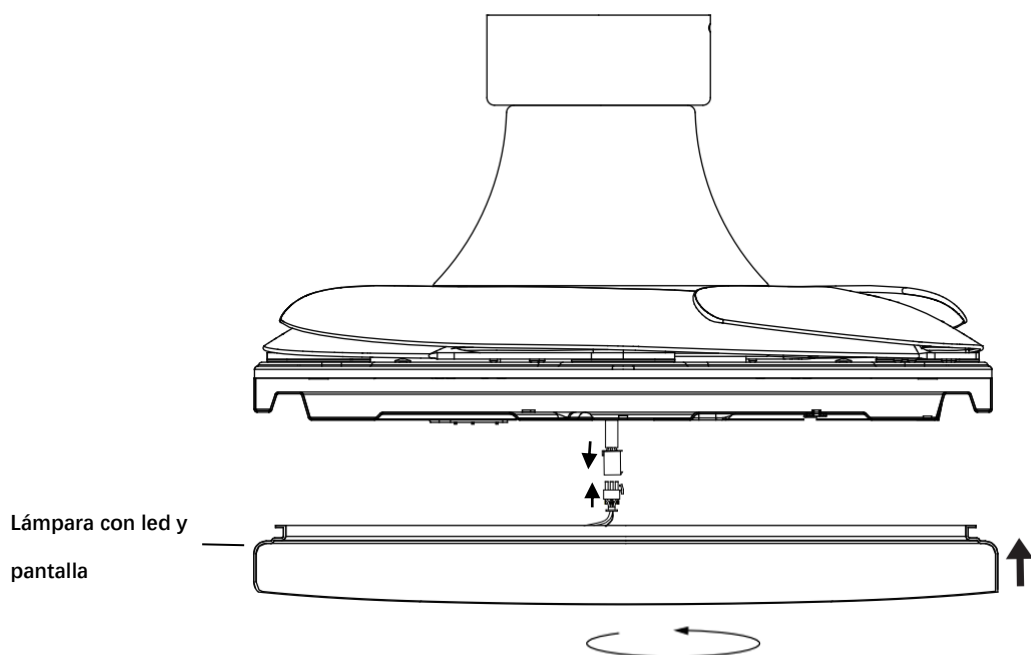

Fig. 7
3. Apriete el tornillo (2) a la placa de la lámpara. Apriete los tres tornillos. No apriete en exceso.
4. Conecte el conector rápido a la lámpara con led y pantalla. (Fig. 7)
- Por último, instale la lámpara con led y pantalla a su placa girándola en sentido horario (Fig. 7).